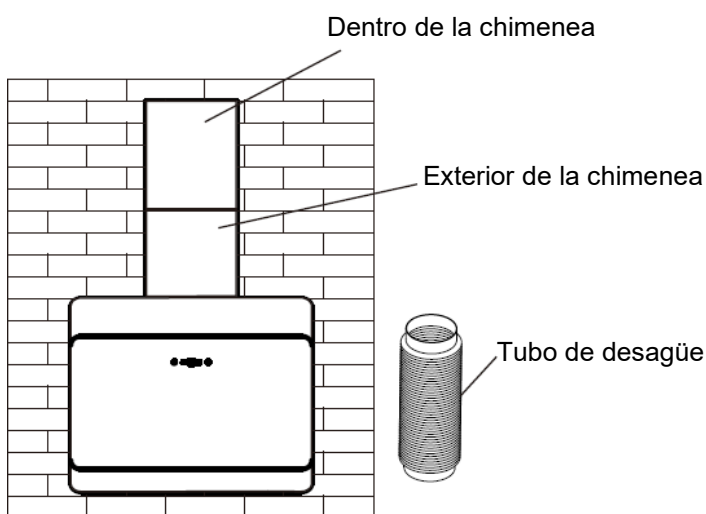

Ilustración 4
8. Finalmente, coloque la chimenea exterior en la pared. (Ver ilustración 4)